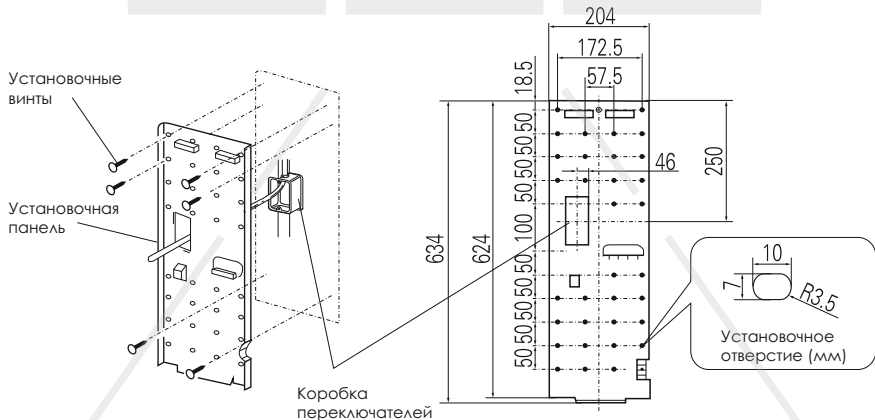

Рисунок 5
2. Вставьте отдельный кабель питания в устройство и закрепите изнутри (Рисунок 5).